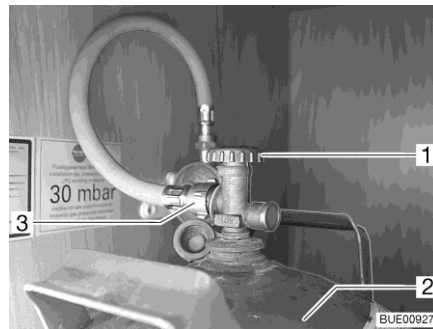

Fig. 198 Compartiment à gaz
- Fermer le robinet principal (Fig. 198,1) de la bouteille de gaz (Fig. 198,2). Observer le sens de la flèche.
- Dévisser la lyre (Fig. 198,3) de sur la bouteille de gaz.